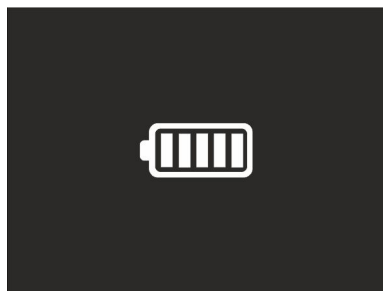

Fig. 55: Indicazione ricarica completa della batteria
3. Con simbolo “” acceso fisso il processo di carica è terminato (vedere Fig. 55)